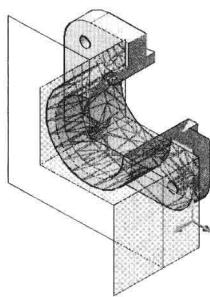

图 9-3-17
(16) 在“视图”面板中选择“西南等轴测”视图，如图 9-3-17 所示。
(17) 单击截面对象，在“截面”面板中单击“生成截面”按钮，打开“生成截面／立面”对话框，选择“三维截面”项目，单击“确定”按钮。